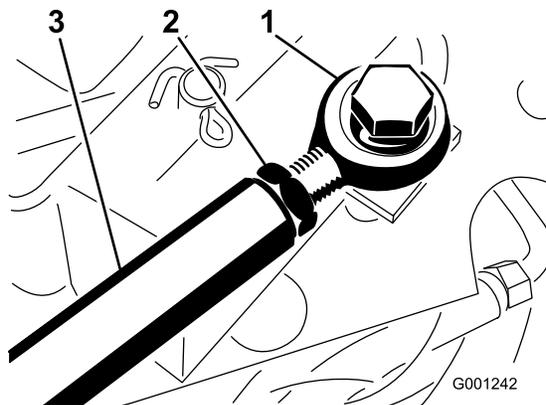

Figura 79
Si es necesario hacer un ajuste mayor, ajuste la varilla de tracción (Figura 79) de la manera siguiente:
2. Afloje la contratuerca que fija el extremo de la varilla a la varilla de tracción (Figura 79).
4. Apriete la contratuerca (Figura 79) y fije la rótula al pedal de tracción con el perno y la tuerca que se retiraron anteriormente, para fijar el ángulo del pedal.